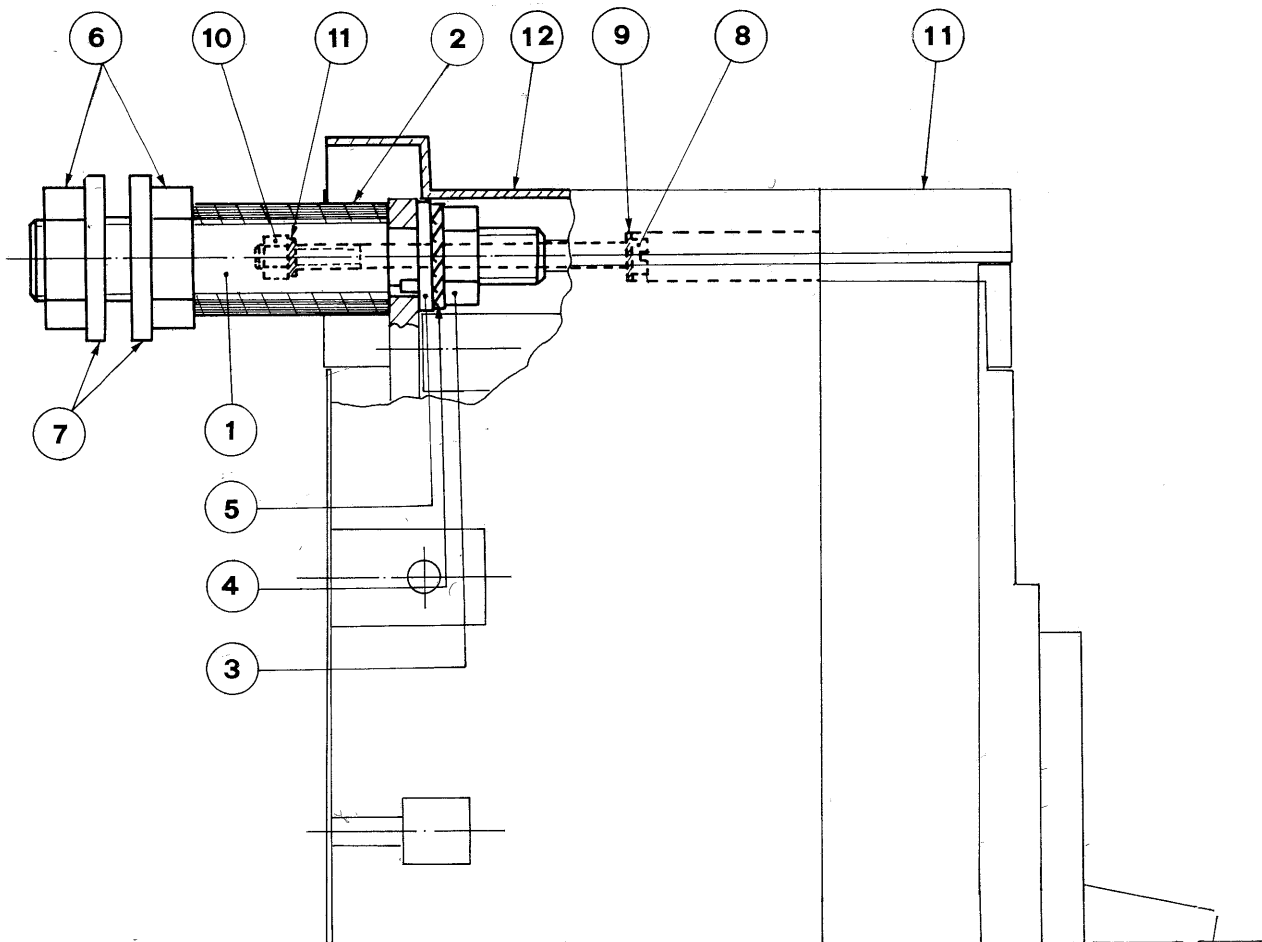

Fig. 8
7.2. Trasformazione dell'interruttore base in interruttore fisso con attacchi posteriori (fig. 8)
- b) avvitare dal retro i gambi (1) fino a far battuta contro gli attacchi dell'interruttore e bloccarli anteriormente con i dadi (3), le rosette (4) e (5) usando una chiave a tubo
- c) infilare sui gambi i tubetti isolanti (2)
- d) avvitare i dadi (6) con le rosette (7) sui gambi come indicato in figura
- e) infilare nei loro fori le 4 viti (8) con le rosette piane (9) avvitare i dadi (10) con le rosette (11) dal retro
- f) rimontare le scatole, dopo aver inserito le protezioni (12).
7.2. Conversion of a basic breaker into a rear terminal fixed breaker (fig. 8)
- b) screw down from the rear the stems (1) on the terminals then tighten from the front the bolts (3), with washers (4) and (5) by means of a box wrench
- c) fit the insulating tubes (2) on the stems
- d) screw the nuts (6) and washers (7) on stems as shown on the figure
- e) introduce the four bolts (8) and washers (9) into proper holes then screw down nuts (10) and washers (11) from the rear
- f) refit the exhaust chambers, the protections (12) being inserted in their seats.